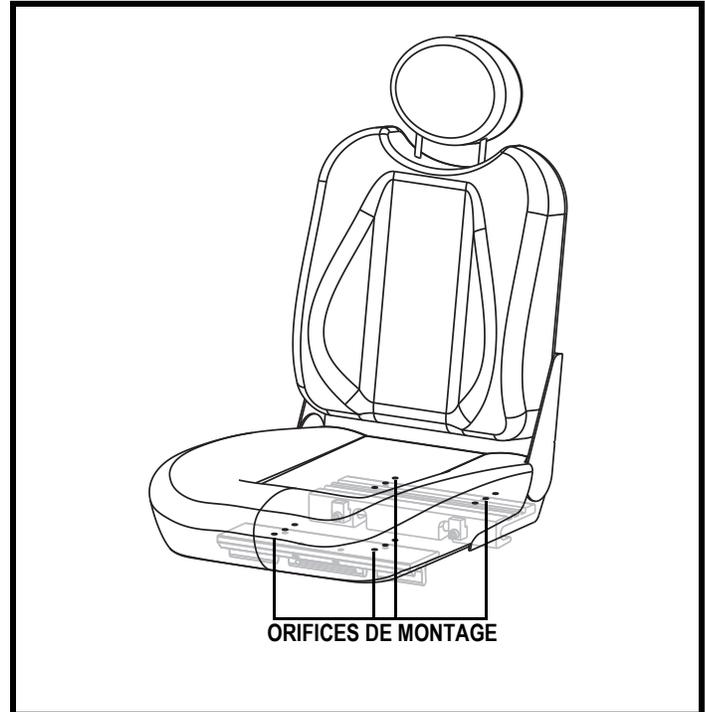

Figure 17. Position du siège
- Repositionnez les montants dans un ensemble différent d'orifices de montage. Vous devez régler les montants en ayant un nombre identique d'orifices devant et derrière la fixation sur chaque montant. **Voir la figure 17.**